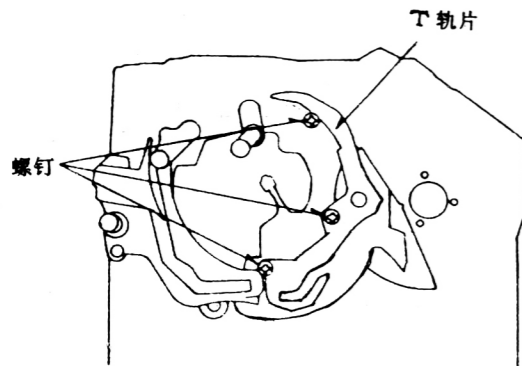

图 1-3-32
1. 如图 1-3-32 所示先安装好 T 轨片, 然后拧紧如图中所示的三个螺钉。